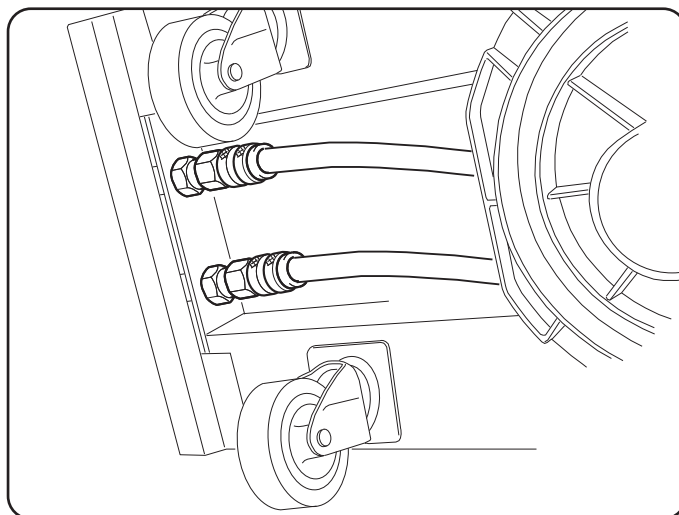

Abb. 6
- ◆ Die Kühlflüssigkeitsschläuche müssen an die Schnellkupplungen unter dem Boden des Drahtvorschubgeräts (siehe Abb. 6) angeschlossen werden; hierbei ist die Farbkodierung auf der Vorderseite des Drahtvorschubgeräts zu beachten.